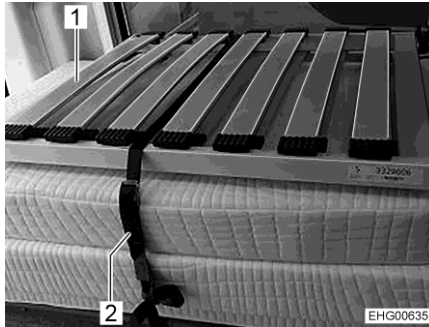

Bild 31 Bakre säng (transportläge)
- Lossa säkerhetsremmen (Bild 31,2).
- Lägg sängbotten (Bild 31,1) efter varandra över mittgången (på listerna på underskåpet).
- Stapla dynorna och sängbotten som visas i Bild 31 i det vänstra underskåpet.
- Säkra dynorna och sängbotten med säkerhetsremmar (Bild 31,2). För att göra detta, dra säkerhetsremmen genom de medföljande öglorna och ögla det runt dynan och sängbotten.